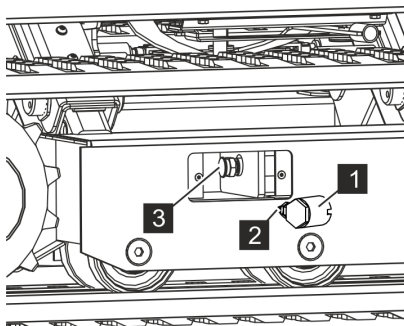

Abb. 213: Kette spannen
4. ➤ Die Schiebekupplung (Abb. 213/1) mit dem Schmiernippel (Abb. 213/2) voran auf den Fettspannzylinder (Abb. 213/3) schieben.